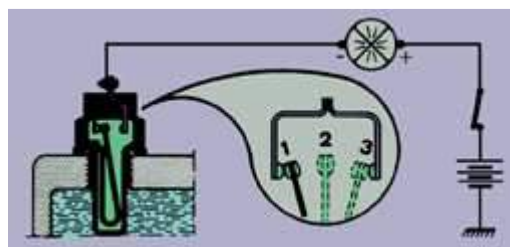

Fig. 15
**Testigo luminoso (fig. 15)**